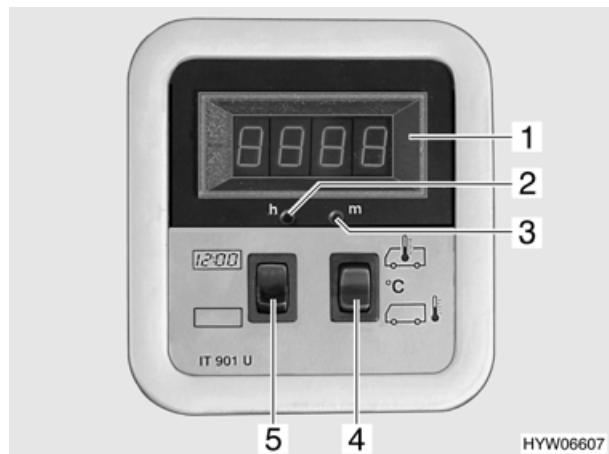

Fig. 56 Orologio digitale/indicatore temperatura
La centralina elettrica funziona solo in collegamento con il pannello di controllo (Fig. 56 a Fig. 59).
- Se necessario, inserire brevemente l'alimentazione a 12 V mediante l'interruttore principale 12 V (Fig. 56,4). Ciò è possibile solamente se la tensione della batteria è maggiore di 11 V. Se la tensione è minore di tale valore, l'alimentazione a 12 V può essere riaccesa solamente dopo che le batterie dell'abitacolo sono state ricaricate.
- Premere l'interruttore a bilico (Fig. 56,5) in alto : l'indicatore dell'orologio digitale si accende. L'indicatore per la temperatura è pronto al funzionamento.
- Premere l'interruttore a bilico (Fig. 56,5) in basso : l'orologio digitale e l'indicatore di temperatura sono spenti.
- Impostare l'orologio premendo con un oggetto sottile, a. es. con la punta di una penna, nell'apertura per l'indicazione delle ore (Fig. 56,2) o nell'apertura per l'indicazione dei minuti (Fig. 56,3). Tenere premuto fino a che non compaiono l'ora e i minuti desiderati.
- Premere in alto l'interruttore a bilico (Fig. 56,4): viene indicata la temperatura dell'abitacolo.
- Premere in basso l'interruttore a bilico (Fig. 56,4): viene indicata la temperatura esterna.